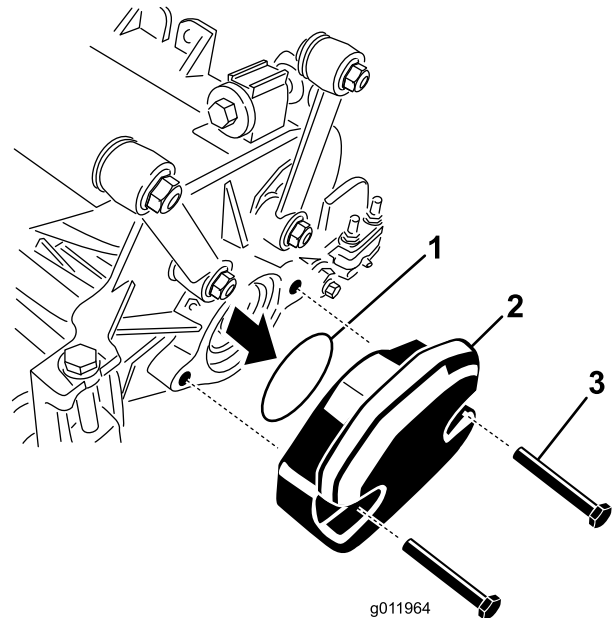

Figura 24
2. Îndepărtați greutatea și inelul de etanșare (Figura 24) de la capătul interior al unității de tăiere din dreapta.